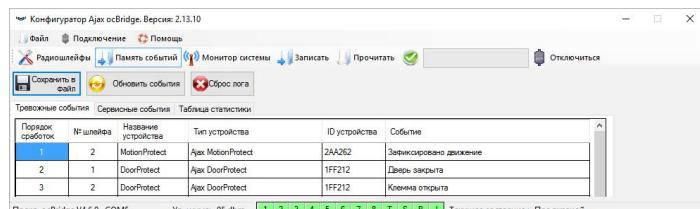
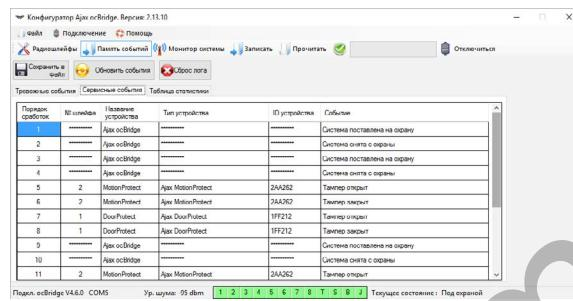
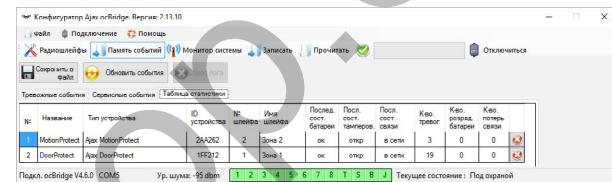

РИС. 12. Журнал тревожных событий
РИС. 13. Журнал сервисных событий
РИС. 14. Таблица статистики
5.6. Вкладка «Память событий» хранит сведения о произошедших тревожных событиях (РИС. 12), сервисных событиях (РИС. 13) и таблицу статистики (РИС. 14). Возможно обновить информацию в журналах событий или очистить их кнопкой «Сброс лога». Журналы событий клавишей «Сохранить в файл» можно сохранить в .xml формате, который открывается программой Excel.
Благодаря таблице статистики (РИС. 14) легко контролировать важную информацию по каждому из датчиков: нахождение датчика в конкретной зоне и вообще в сети приема; видеть состояние батареи в любом из датчиков; отслеживать фиксацию тумперных кнопок на всех датчиках; увидеть какой именно датчик и сколько раз генерировал тревогу; оценить устойчивость связи по колонке информации о потерях сигнала. В этой же таблице отображается служебная информация – название датчика, тип устройства, его идентификатор ID, № шлейфа/имя зоны.